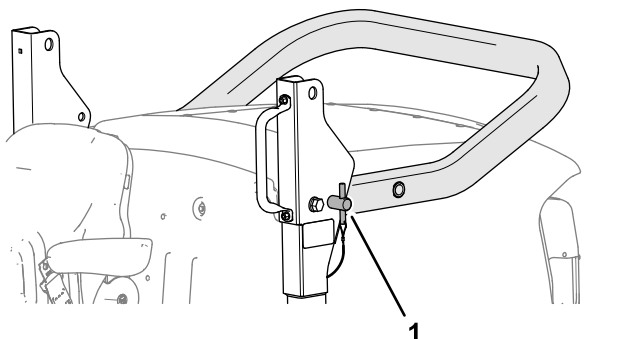

Figure 28
- Retirez les axes des supports de pivot de l'arceau de sécurité (Figure 28).